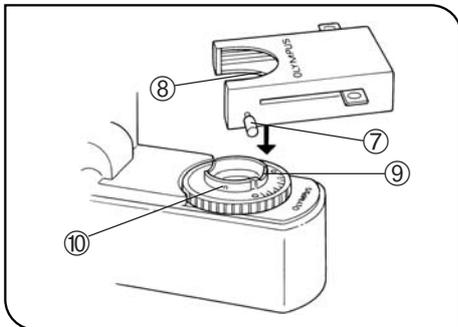
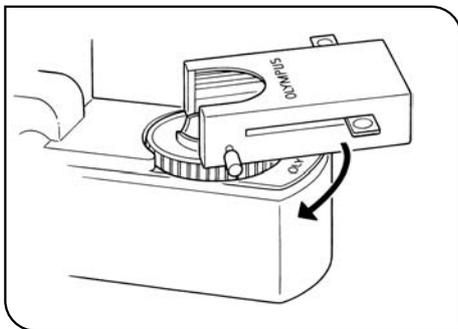

Abb. 8
Abb. 9
1. Die Feststellschraube der Filterkassette ⑦ vollständig lösen. (Abb. 8)
2. Den Keil ⑧ an der Unterseite der Filterkassette mit der Positionierkerbe ⑨ der Filteraufnahme ausrichten und die Filterkassette von oben einrasten lassen.
3. Die Filterkassette drehen, um ihre Seiten mit dem Sockel auszurichten. (Abb. 9)
4. Die Feststellschraube ⑦ mit der Bohrung ⑩ an der Filteraufnahme ausrichten und anziehen, um die Filterkassette zu befestigen.